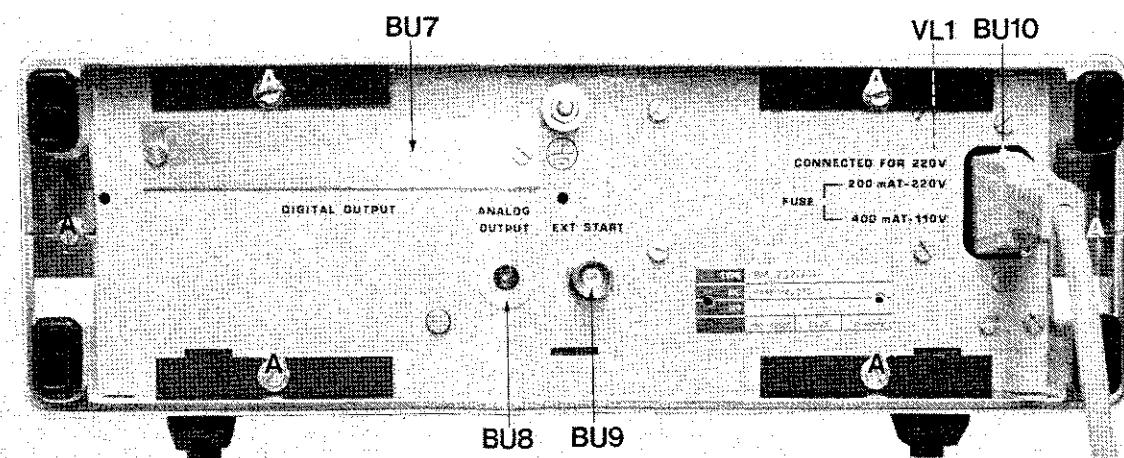

Fig. 16.
**VI-2.2. Panneau arrière (Fig. 16, page 52)**
Une impulsion de démarrage est alors émise pour chaque mesure par l'intermédiaire du connecteur BNC EXT. START (Fig. 16, page 52) ou d'une sortie digitale.